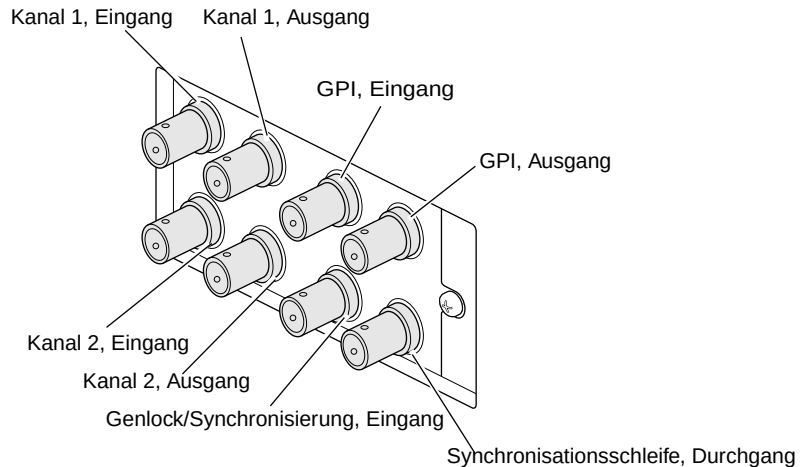

Abbildung 5-20 Anschließen der Silicon Graphics SD1100-Kabel
16. Anhand Abbildung 5-20 können Sie die Anschlüsse für die Verkabelung bestimmen.